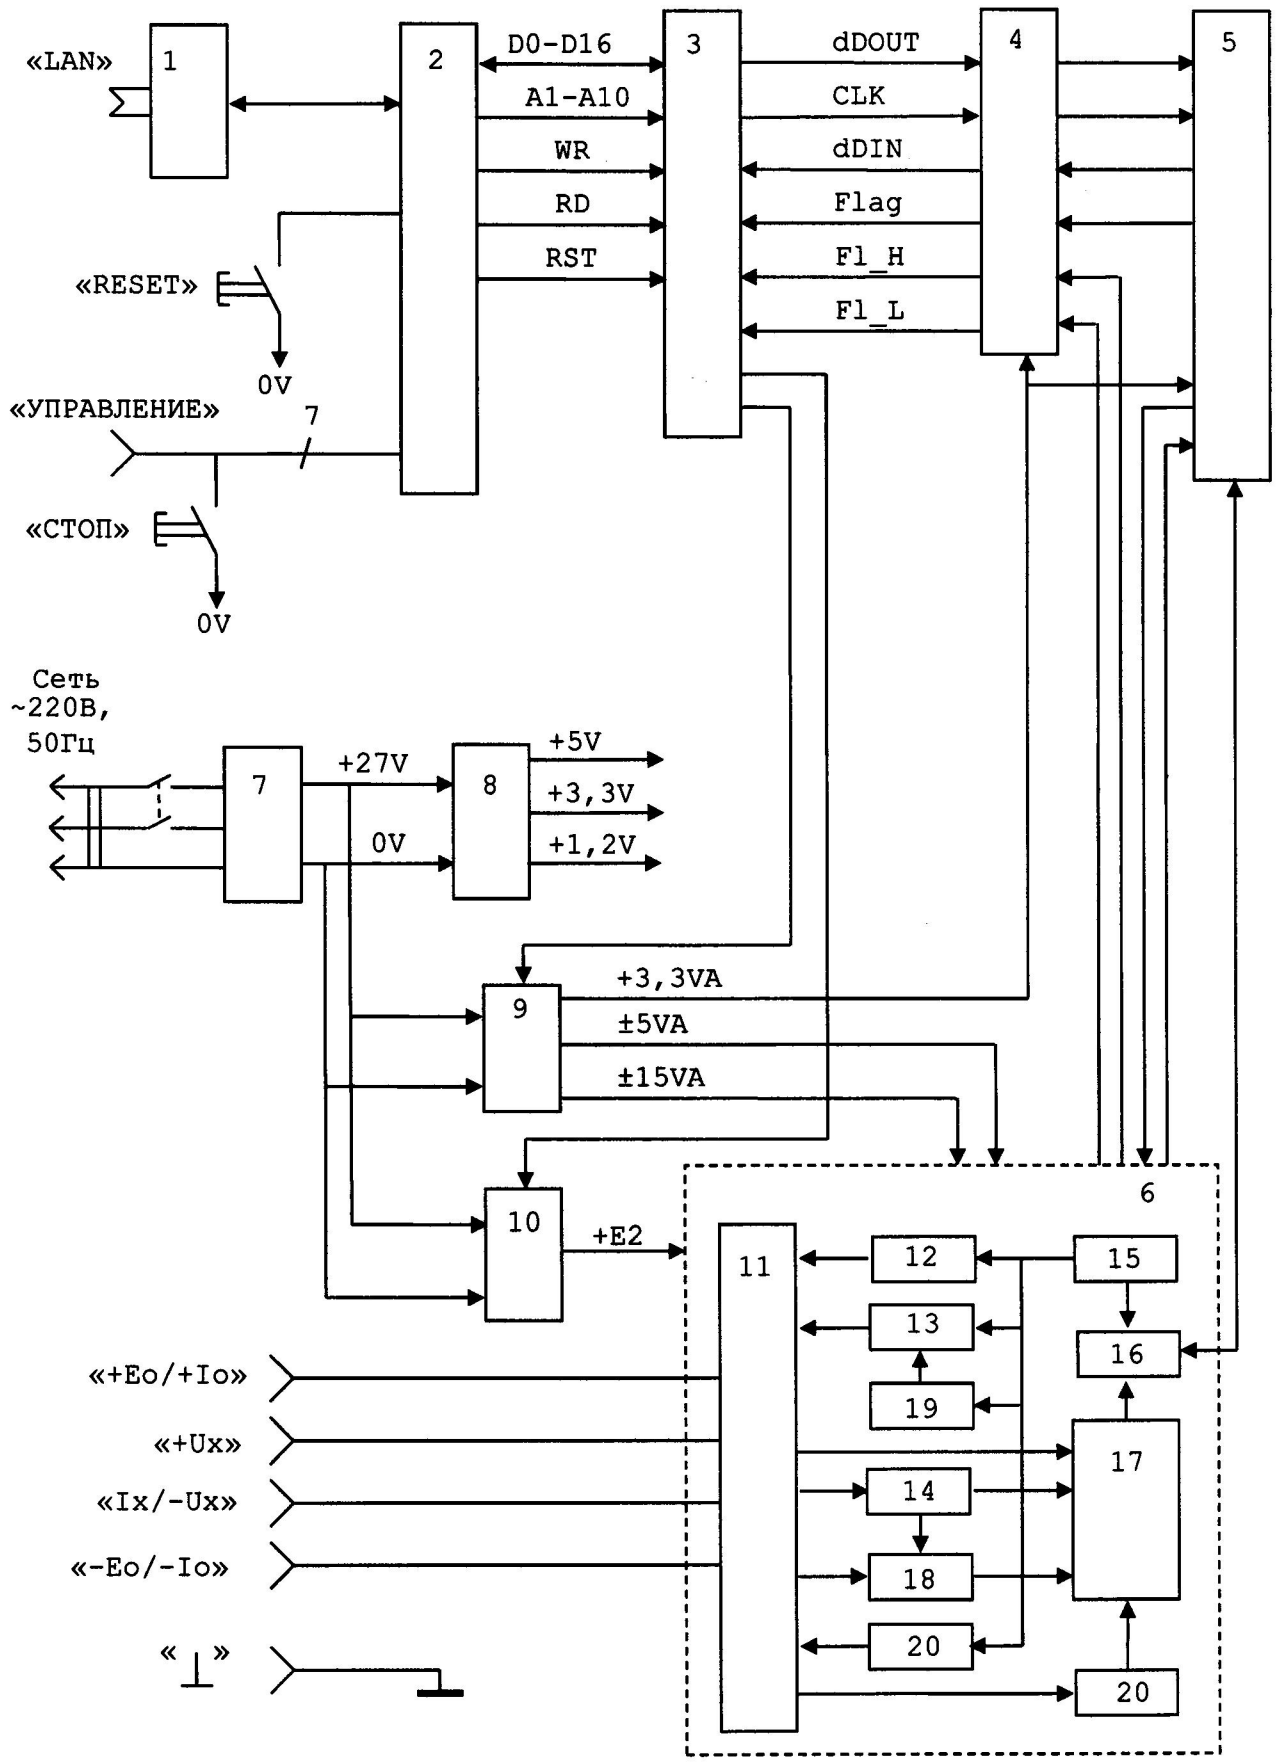

Рисунок 1.1 - Структура УПЭМ
1.3.1.1 УПЭМ содержит следующие функциональные узлы (см. рисунок 1.1):